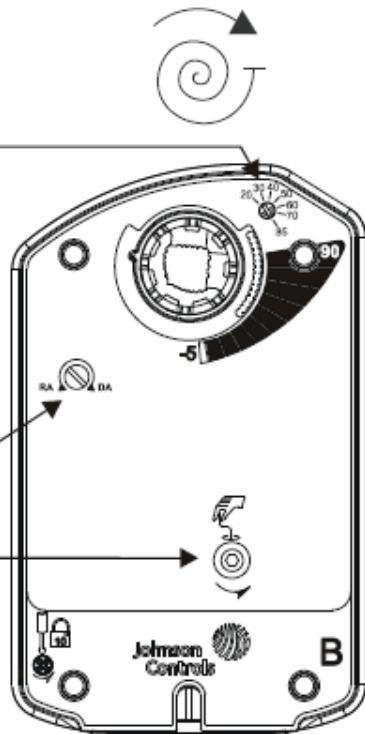

Figure 13 : Côtés A et B des M9208
**Attention :** inverser le sens du signal n'inverse pas le sens de rotation du ressort. Si la position de rappel ne convient pas, il faut retourner le servomoteur (voir Figure 13).